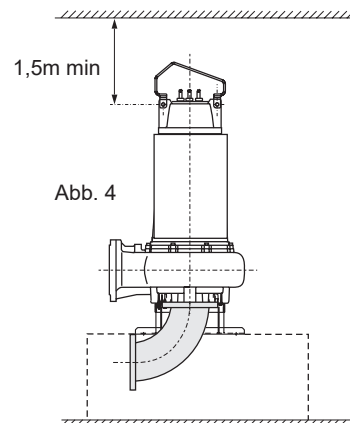

Abb. 4
1. Elektropumpe mit stehender Rotorachse auf Stützfuß und Flanschkrümmer auf der Saugseite (Abb. 4). Um die Maschine zu bewegen, entfernen Sie den Griff und bringen Sie ihn in der anderen Position wieder an; auf diese Weise wird die Achse der Maschine durch Anheben vertikal ausgerichtet.